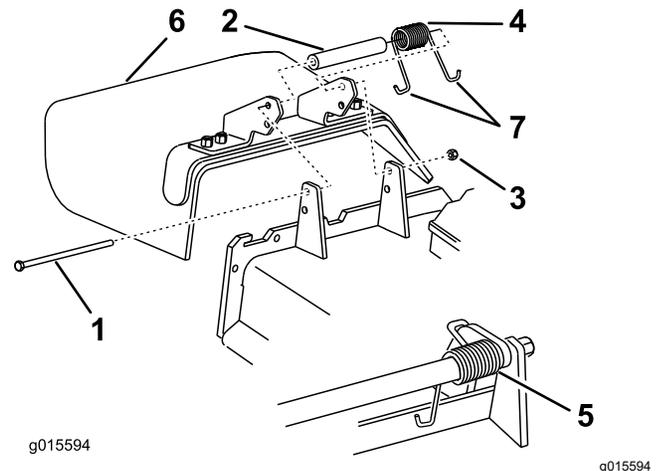

Figura 107
1. Retire la contratuerca, el perno, el muelle y el espaciador que sujetan el deflector a los soportes de pivote (Figura 107).
2. Retire el deflector de hierba dañado o desgastado (Figura 107).
**Nota:** Asegúrese de colocar un extremo con gancho en J del muelle detrás del reborde de la carcasa antes de instalar el perno, según se muestra en Figura 107.
6. Coloque 1 extremo en J del muelle alrededor del deflector de hierba (Figura 107).